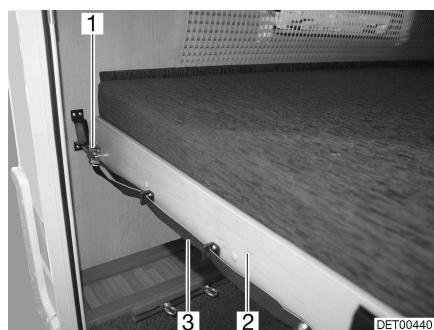

Fig. 52 Letto a castello (parte posteriore)
- Tirare l'asola (Fig. 52,3) e liberare il chiavistello (Fig. 52,1).
- Tirare in avanti il telaio portamaterasso (Fig. 52,2) con il materasso finché non si innesta.